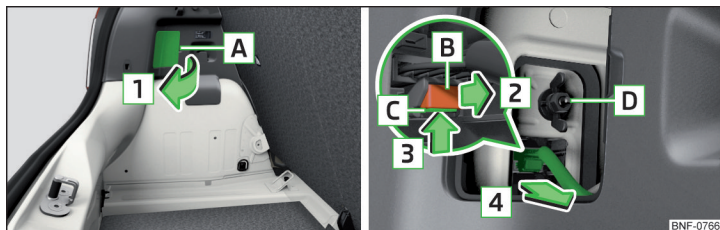

Fig. 148 Udtagning af lygte / Sådan trækkes stikket af.
- Klap afdækningen op i pilens retning 1 » Fig. 148 i området A.
- Skru kunststofmøtrikken D » Fig. 148 på, og spænd den fast.